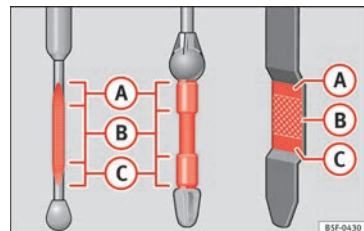

Fig. 175 Vareta de medição do nível de óleo.
- Em seguida, retire-a novamente e verifique o nível do óleo » **Fig. 175**. Caso seja necessário, reponha óleo do motor.